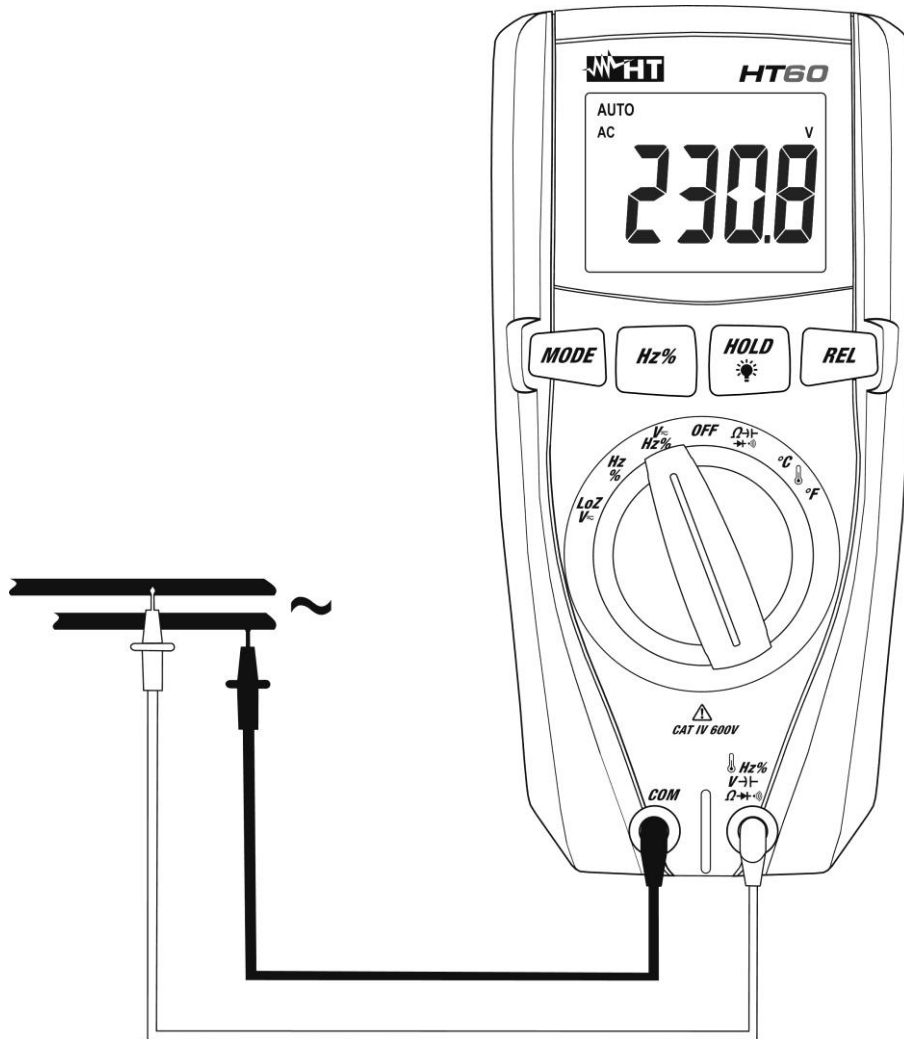

Abb. 3: Verwendung des Gerätes für Wechselspannungsmessung
3. Verbinden Sie die Messleitungen mit den gewünschten Messpunkten des zu messenden Kreises (siehe Abb. 3). Der Spannungswert erscheint auf dem Display.